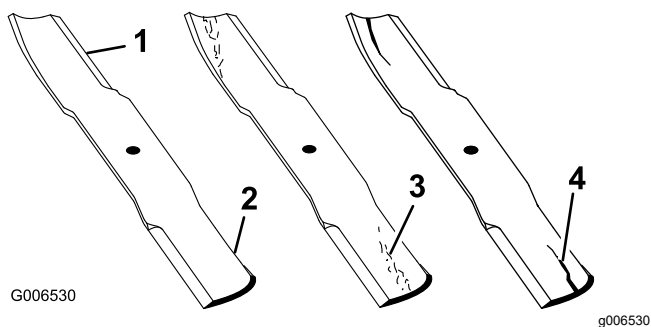

Figura 56
1. Controllate i taglienti (Figura 56).
4. Se notate incrinature, usura o scanalature in questa zona, montate immediatamente una nuova lama (Figura 56).